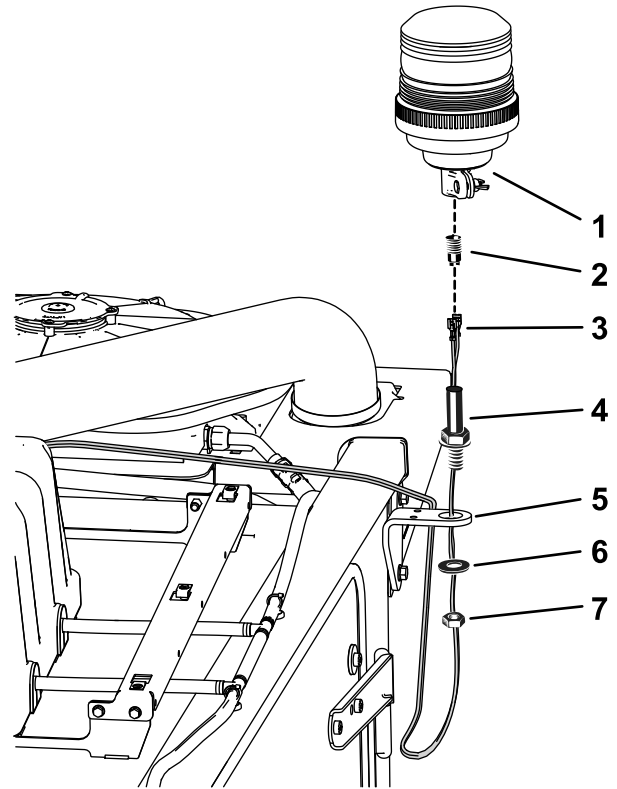

Figura 6
- Instale o suporte do sinal luminoso na cabina (Figura 6).
Nota: O conector do sinal luminoso pode ser desenroscado da tomada do sinal luminoso para ligação (Figura 6).
- Terminal espada do sinal luminoso (2)
- Monte o sinal luminoso no suporte como se mostra na Figura 6.